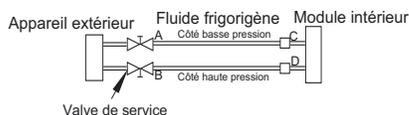

Figure 14 – Valve de service
1. Serrez complètement les écrous évasés A, B, C et D, branchez le flexible de l'ensemble de manomètres à un orifice de charge de la valve de service côté basse pression (consultez la figure 14).